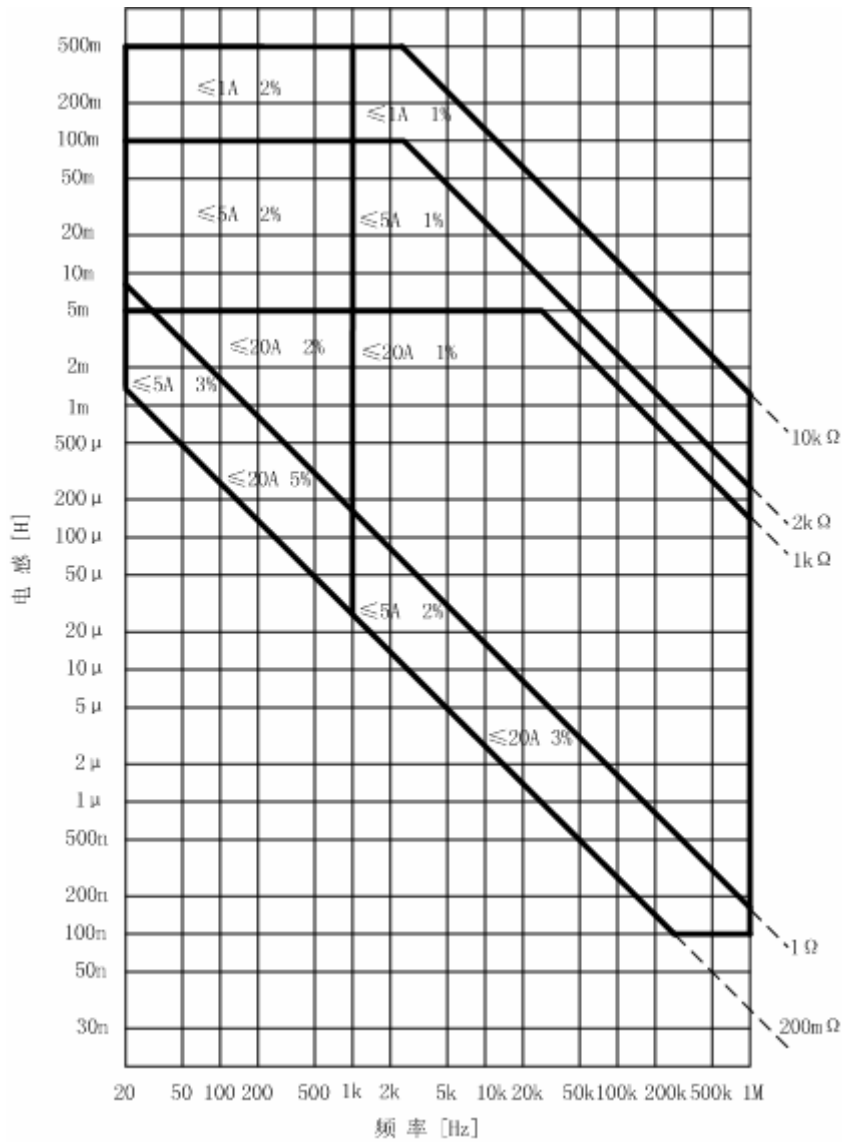

图 4-6 TH1776 电感测量精度 (20A 配置)
- (1) 从表 4-1 中选出精度图，根据 20A 配置和测量  $L_s$ — $R_s$ ，选择图 4-6
- (2) 从图 4-6 中沿 X 轴找出频率
- (3) 从图 4-6 中沿 Y 轴找出电感值
- (4) 记下上面两步的交叉点
- (5) 如果值落在边界线上，应该根据实际使用的直流电流比图中区域中最大电流小的原则来确定  $L_1$